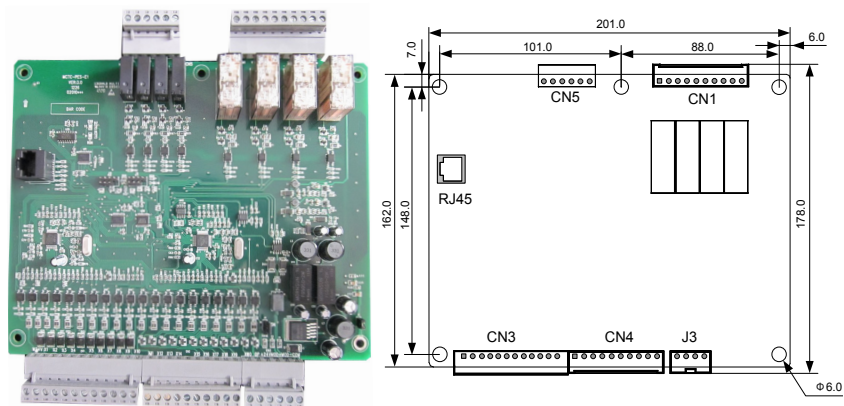

图 2-2 控制板外观及尺寸图 (单位: mm)
- 8) 对主控制柜的安装侧面进行加工, 主控制柜加工尺寸请参照图 2-2;